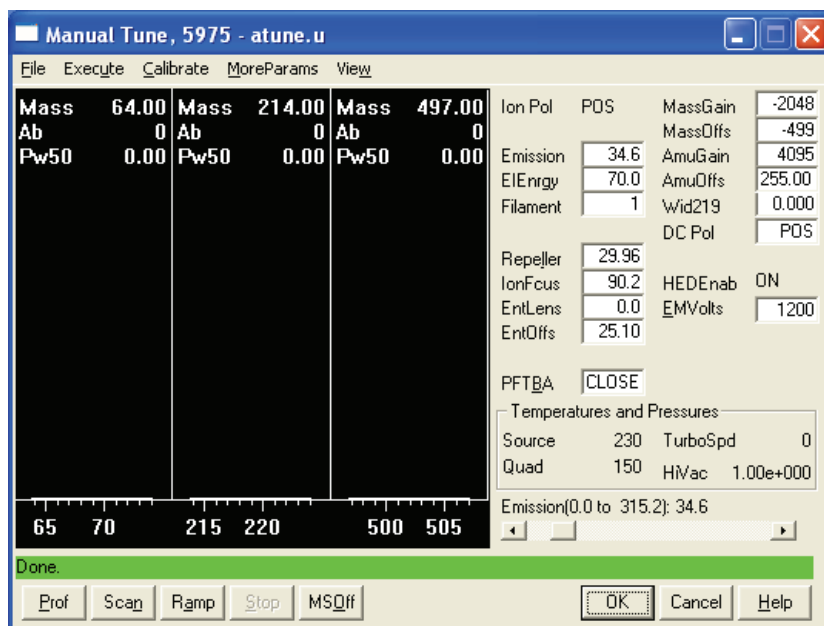

图 6 调谐参数
- 1 在“仪器控制”视图中，从“仪器”菜单中选择**编辑调谐参数**（图 6）。